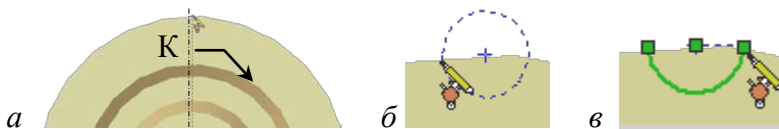

Рис. 3.7
3. Выбрать кнопку  для вычерчивания дуги из заданного центра и нарисовать дугу в соответствии с рис. 3.7.
5. Для создания замкнутого контура эскиза, выбрать кромку К (рис. 3.7, а) и с помощью кнопки  получить изображение окружности в рабочей плоскости.